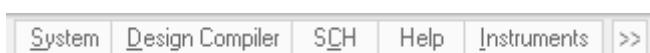

图 3-11 原理图编辑界面下的面板控制中心内容
(1) 执行“Design→Browse Library”菜单命令，“Libraries”标签将默认出现在界面右侧，同时也将打开元器件库面板。
(2) 找到工作界面右下方的面板控制中心，在原理图编辑界面下，其内容如图 3-11 所示。点击其中的“System”标签，弹出图 3-12 所示菜单，再点击其中的“Libraries”，即可打开元器件库面板。